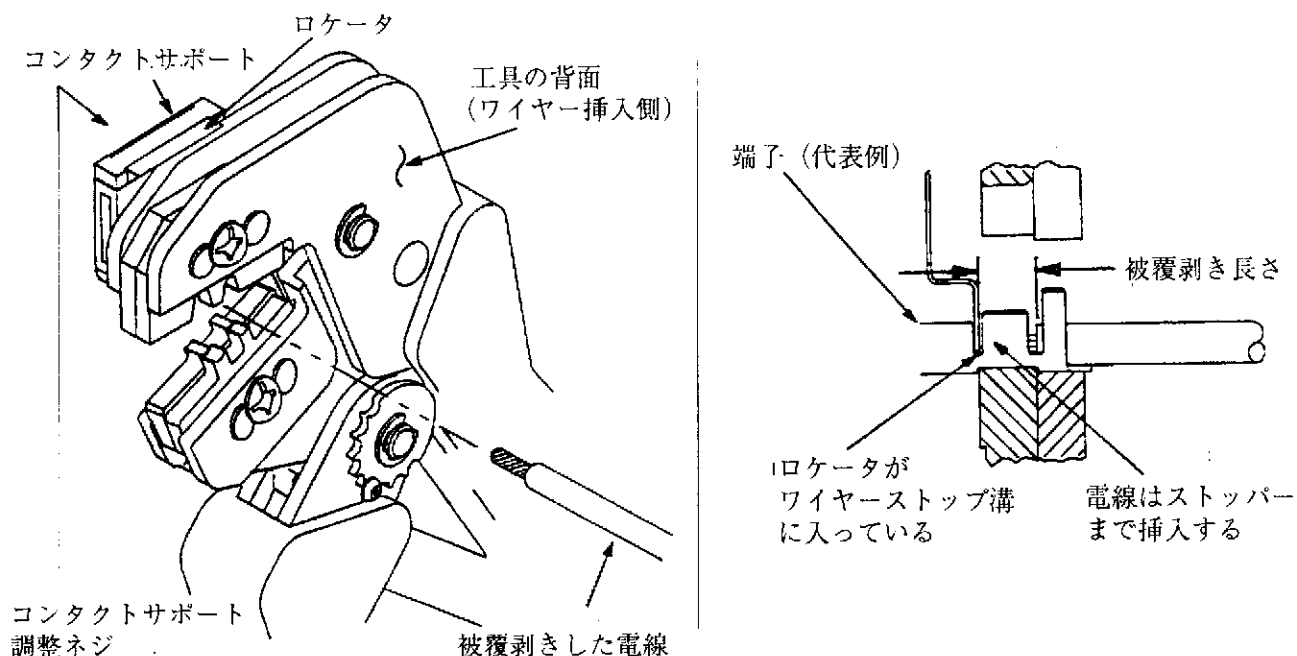

Fig. 3
4. コンタクトサポートの調整 (Fig. 3)
Fig. 1 を参照し、使用する電線の電線サイズ、被覆外径を選択して下さい。また、Fig. 1 に示された長さに従って電線を被覆剥き（ストリップ）して下さい。この際電線に傷を付けたり心線を切らないように注意して下さい。適用する端子を選び、工具に刻印されたマークに従って正しい圧着位置を決定します。Fig. 3 を参照し、以下の手順で圧着して下さい。
3. 端子の位置決めをします。勘合側がロケータ側に来て、パレルの”U”字が上を向くようにして端子をアンピレルの上に置きます。Fig. 3 を参照して下さい。ロケータがワイヤパレルの先端に当たるようにします。
- 被覆剥きした電線を端子のバレル部に挿入します。Fig. 3 に示す様にストッパーに当たるまで挿入して下さい。